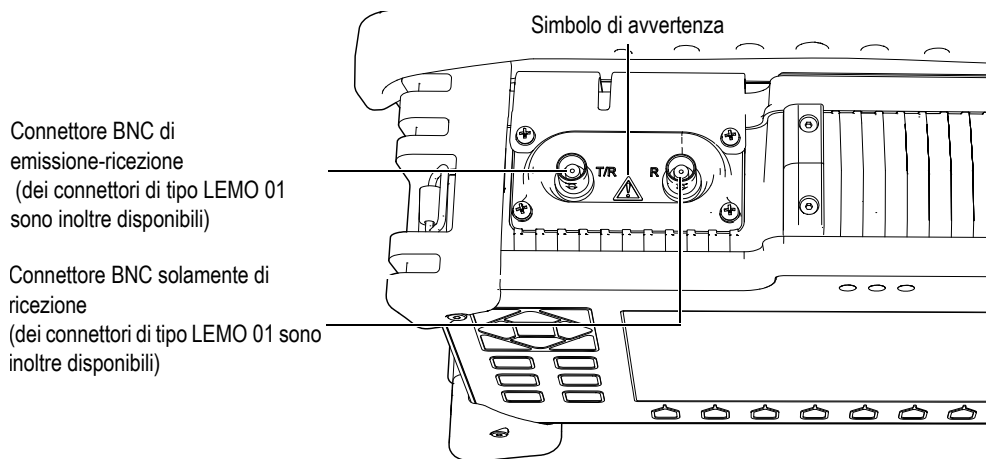

Figura 1-7 Localizzazione dei connettori dei trasduttori convenzionali
I connettori dei trasduttori convenzionali sono localizzati nella parte superiore a sinistra dello strumento. I due connettori sono facilmente accessibili dalla parte frontale dello strumento (vedi Figura 1-7 alla pagina 28).
Non toccare il conduttore interno dei connettori BNC (o LEMO®) per evitare gli shock elettrici. Il conduttore interno può raggiungere i 475 V di tensione. Il simbolo di avvertenza tra i connettori BNC di emissione-ricezione (T/R) e di ricezione (R) illustrato in Figura 1-7 alla pagina 28 indica un rischio di shock elettrico.